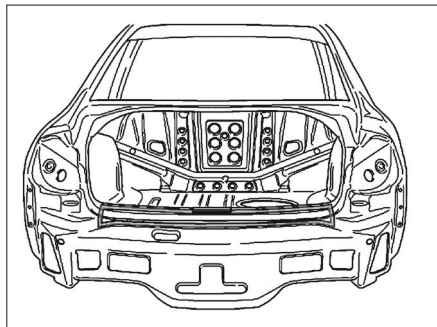

FIG. 51
- Détacher l'assemblage d'origine (Fig.51). Retirer la pièce.